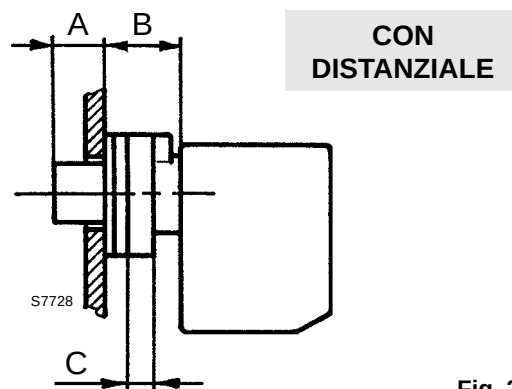

Fig. 2
- ridurre la distanza A (Fig. 2), quando la camera di combustione è particolarmente corta.